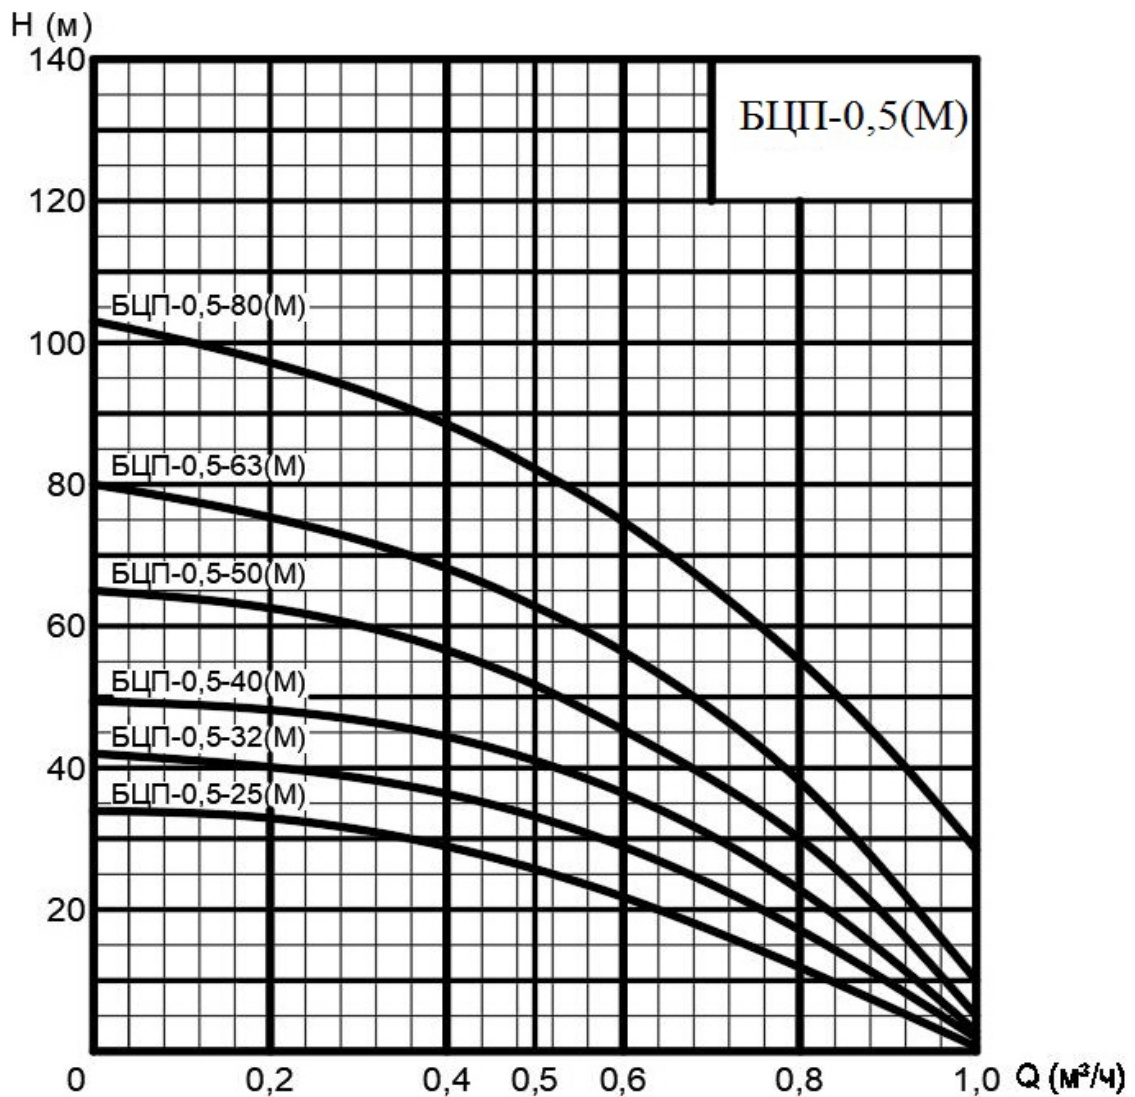

Рис. 1
2.2 Напорные характеристики БЦП- (М) приведены на рис. 1.
ностью земли. Приближенно объемную подачу можно определить с помощью напорной характеристики (рис. 1) по фактическому напору (Н), создаваемому электронасосом для подъема воды из скважины.
При эксплуатации электронасоса с максимальной объемной подачей и минимальным напором (см. рис. 1) возрастают потребляемая мощность, нагрузки на электродвигатель и рабочие органы насоса. КПД электронасоса при этом минимальный. Оптимальным режимом эксплуатации электронасоса является его работа при номинальном напоре и номинальной объемной подаче (см. табл.).